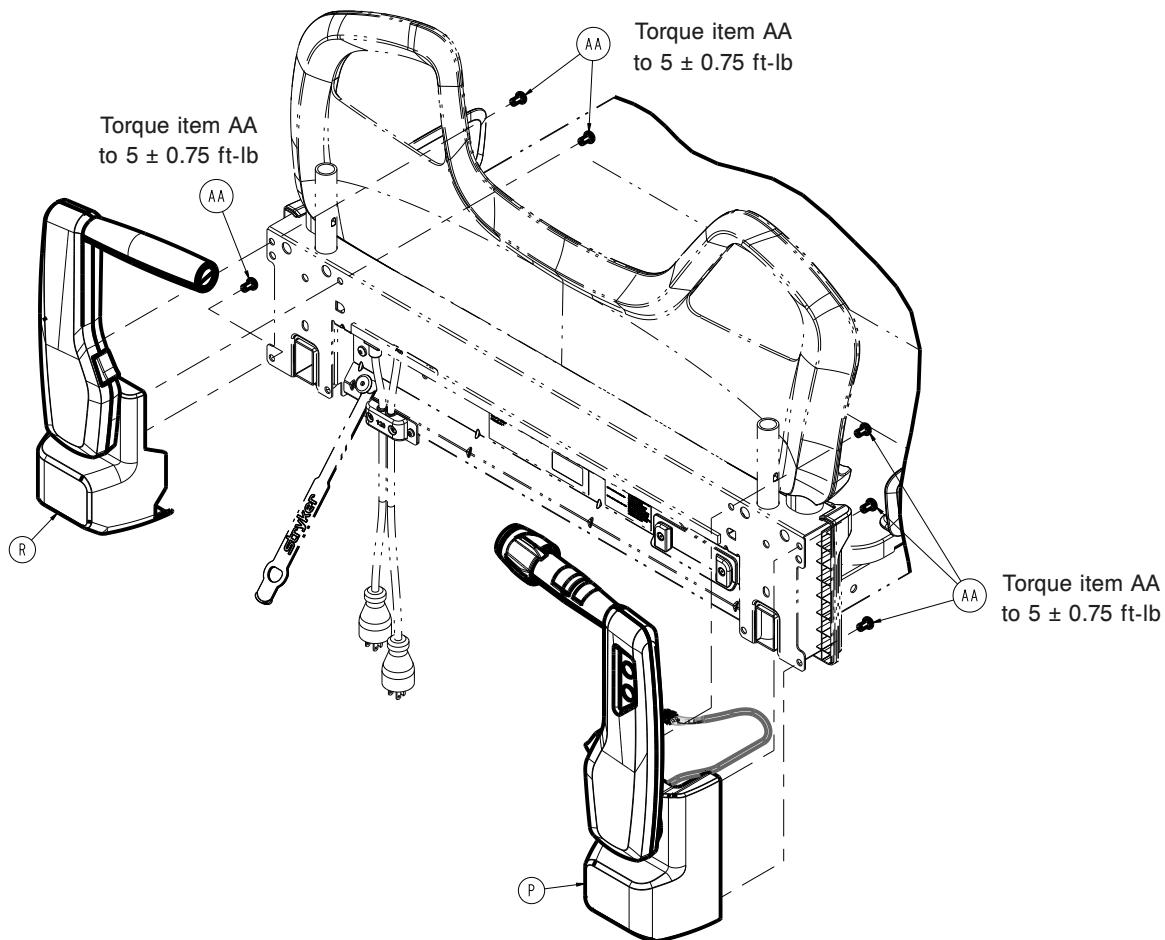

Figure 73 – Retrait de l'ensemble de poignée Zoom
11. À l'aide d'une clé Torx T25, retirer les trois vis (AA) qui fixent l'ensemble de poignée d'entraînement Zoom (P) à l'ensemble soudé du plan de couchage du côté tête et retirer l'ensemble de poignée d'entraînement Zoom (P) (Figure 73). Conserver les vis.
8. À l'aide d'une clé Torx T25, retirer les trois vis (AA) qui fixent l'ensemble de poignée de poussée Zoom (R) à l'ensemble soudé du plan de couchage du côté tête et retirer l'ensemble de poignée de poussée Zoom (R) (Figure 73). Conserver les vis.